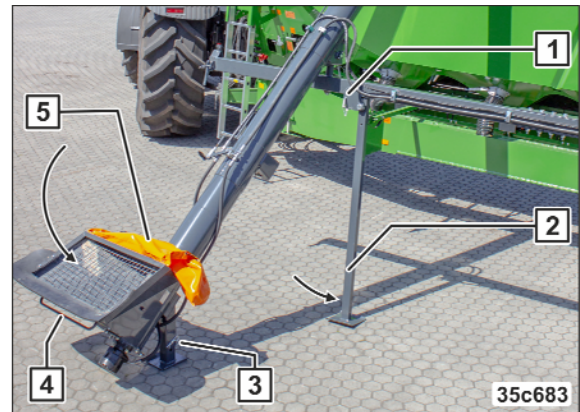

Bild 217
4. Lossa förreglingen (Bild 217/1).
5. Sväng ner stödfoten (Bild 217/2) och lås den.
6. Sväng ner stödfoten (Bild 217/3) och lås den.
7. Sväng påfyllningsskruven via handtaget (Bild 217/4) till arbetspositionen.
8. Öppna trattväven (Bild 217/5).
13. Stäng trattväven (se Bild 217/5).
14. Sväng upp stödfoten (Bild 217/2) och lås den.
15. Sväng upp stödfoten (Bild 217/3) och lås den.